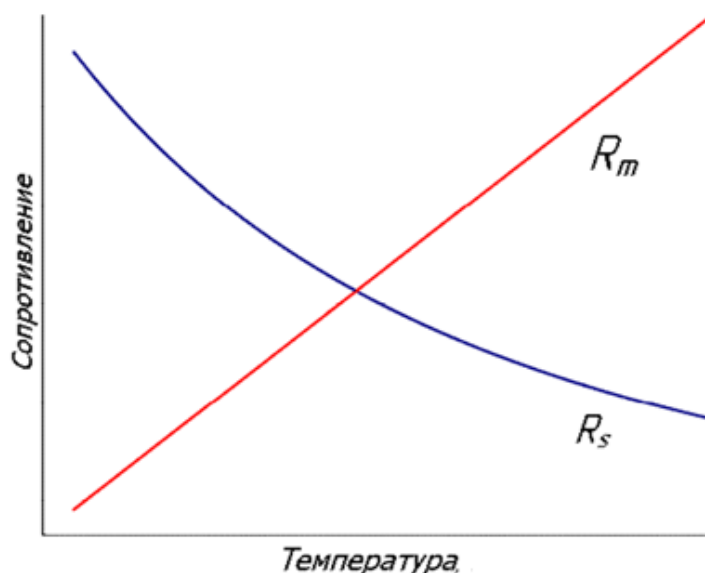

Рис. 1 Качественный вид температурных зависимостей сопротивления металла и полупроводника.
Характерный график такой зависимости показан на рис. 1 линией  $R_m$ .
Вид этой зависимости показан на рис. 1 кривой  $R_s$ .
Разница между температурными зависимостями металла и полупроводника очевидна: сопротивление металла по мере повышения температуры растет, а сопротивление полупроводника - падает. Для металла сопротивление линейно зависит от температуры (формула (7), линия  $R_m$  на рис. 1), для полупроводника линейно связаны логарифм сопротивления и величина, обратная температуре (13).